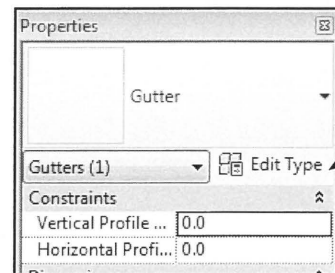

Fig. 03.24. *Edit Type*.
- Klik *Edit Type* (Fig. 03.24).